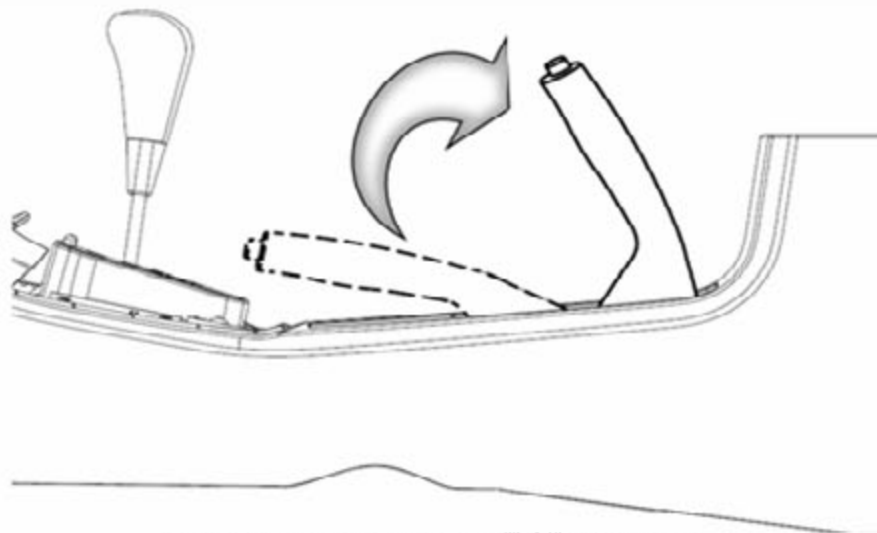

图 6-2-3 手刹护板橡胶挡块组件的拆卸(1)
1).先将手刹拉起一定高度,使手刹护板橡胶挡块组件完全可见。如图 6-2-3 所示;